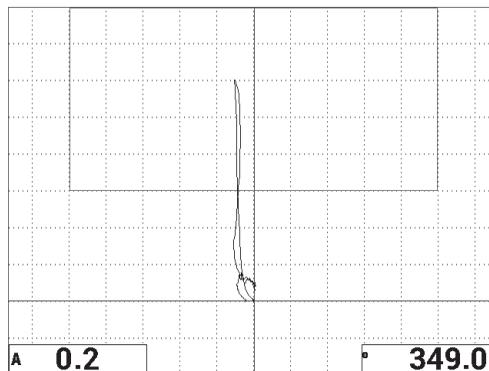

Figura 6-27 Segundo escaneo sobre la pérdida adherencia
7. Efectúe un escaneo nuevamente en la pérdida de adherencia de 13 mm. Ver la Figura 6-27 en la página 155.